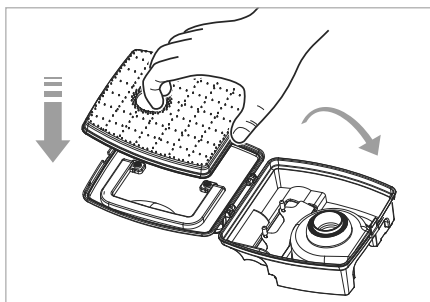

Fig. 14
- 7) Fissare il filtro EPA **9** al coperchio del contenitore della polvere **14** e chiudere il coperchio (vedere fig. 14).